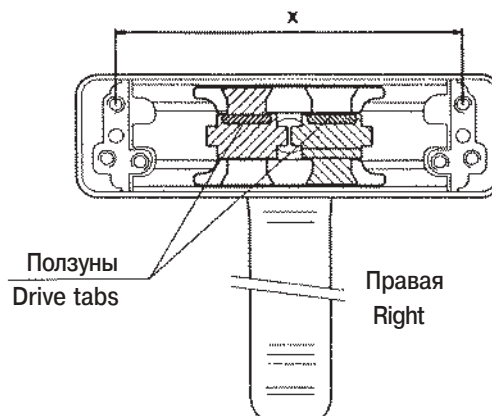

Рис. 3
- Поставить ручку в центральное положение и установить ползуны как показано на рис.3.